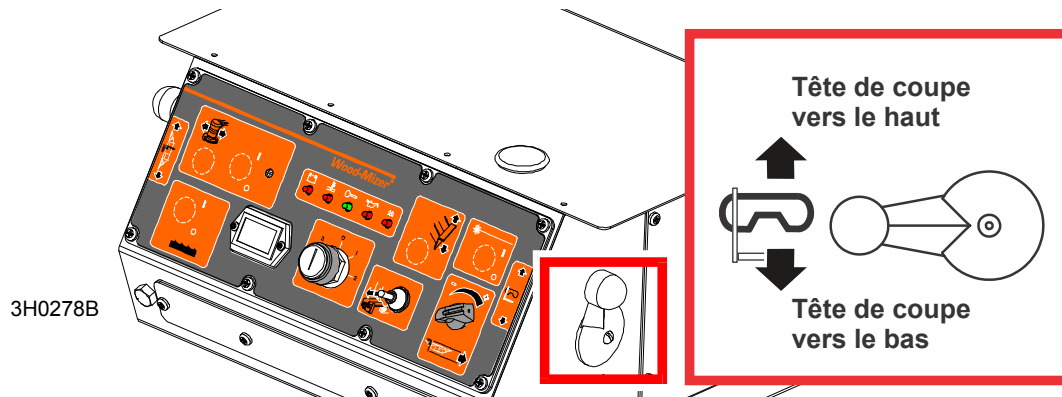

FIG. 4-2
**Voir Figure 4-2.** L'interrupteur haut/bas se trouve sur le côté droit du tableau de commande. Utilisez l'interrupteur vers le haut pour soulever ou pour abaisser la tête de coupe. Maintenez l'interrupteur en position jusqu'à ce que la tête de coupe atteigne la